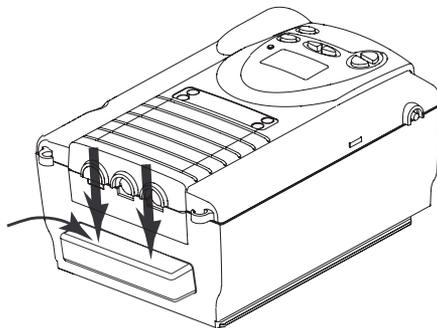

Figura 5–2 Colocar a tampa dos filtros
3. Coloque a tampa dos filtros tal como ilustrado na Figura 5–2. Posicione a tampa de maneira a que a pequena abertura nela existente fique virada para baixo. Deve inserir os dispositivos de encaixe na parte de baixo da tampa nas aberturas que se encontram em baixo da área de filtragem. Encaixe a tampa até ouvir um clique.